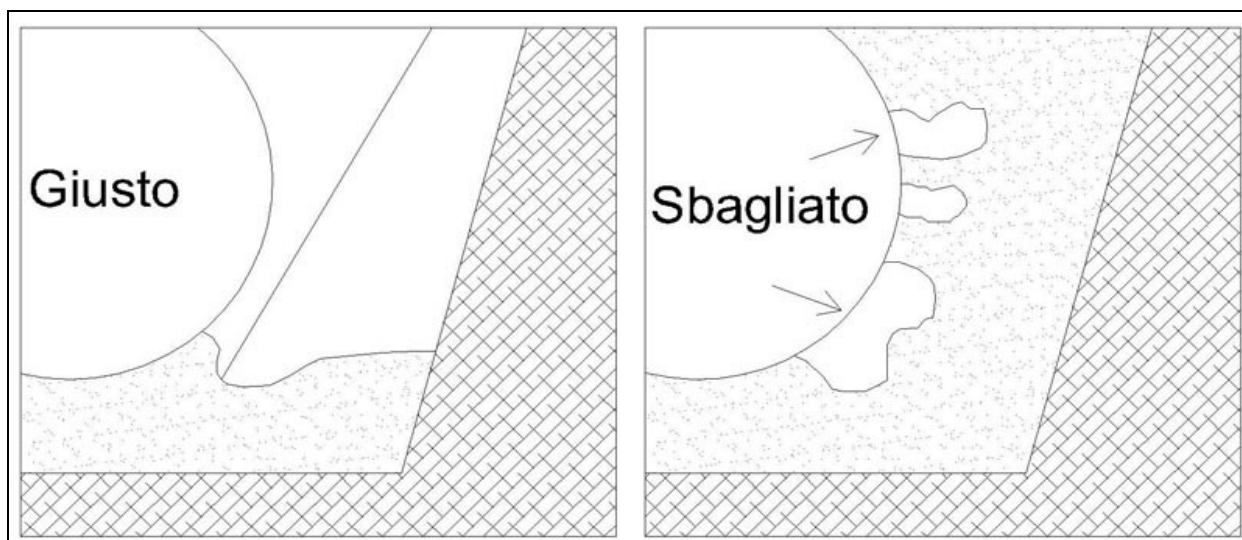

Figura 10 Eliminazione vuoti del riempimento
- Usare materiale per riempimento approvato (fare riferimento al paragrafo “Letto e Riempimento”) evitando vuoti al disotto del manufatto (Figura 10).